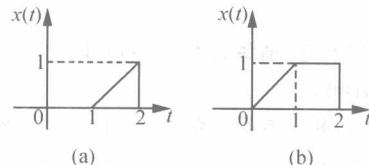

图 2.3
**【试题 4】**(清华大学, 2002 年) 对于如图 2.3 所示的两种波形所表示的函数
(1) 试求其时域表达式。
(2) 试求其拉氏变换象函数。